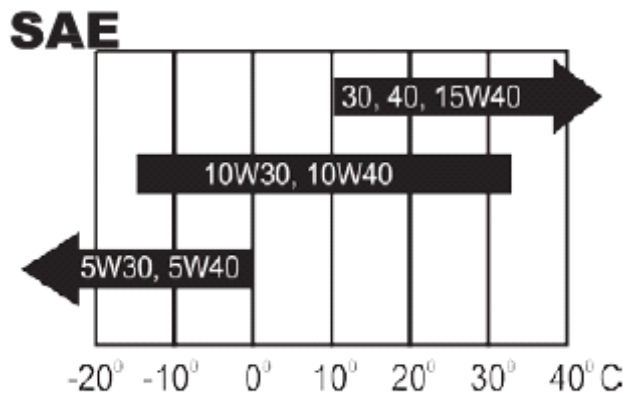

Рис. 3. Схема выбора марки масла в зависимости от температуры окружающего воздуха
- Перед началом эксплуатации генератора залейте масло Number one (см. рис. 3) в картер двигателя.
- Вязкость используемого моторного масла зависит от температуры окружающего атмосферного воздуха, при которой эксплуатируется генератор. При выборе вязкости, руководствуйтесь указаниями изготовителя моторного масла, исходя из условий эксплуатации и учитывая температуру окружающего воздуха (см. рис. 3).